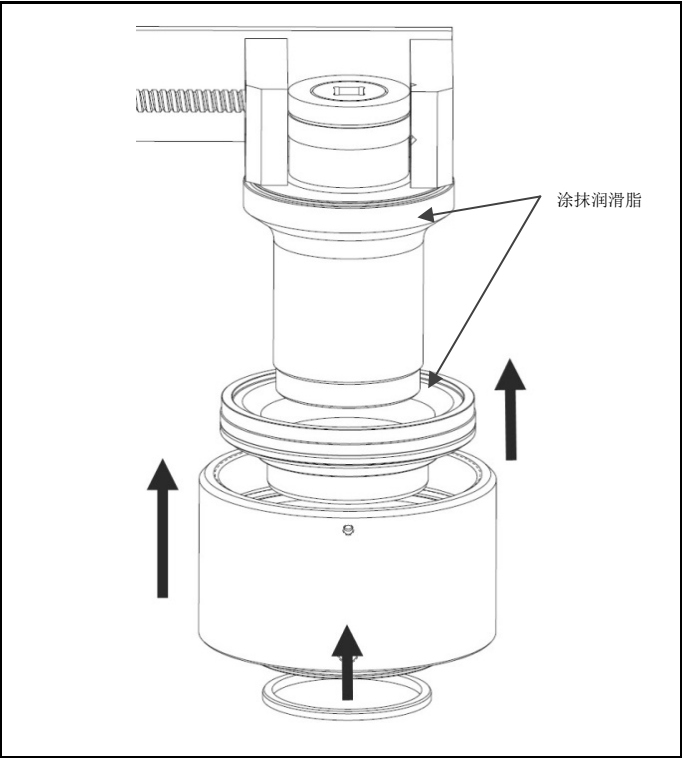

图 4.5 将插件总成、本体和轴承环安装到拉杆上
- a) 当将液压头本体和插件总成滑动装回到拉杆上时，需注意不要损伤任一内表面。（图 4.5）